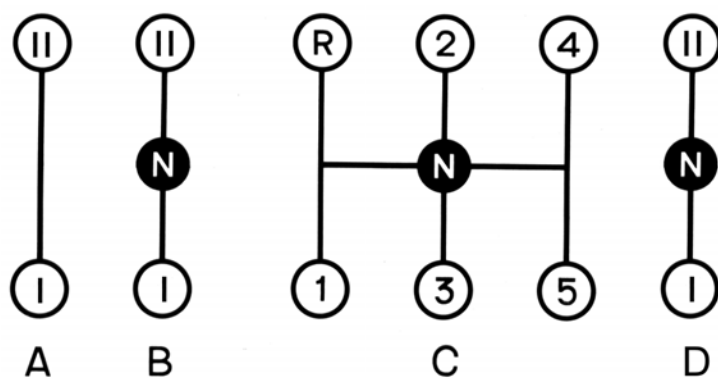

Рис. 5.9. Схема положений рычагов:
**15 – рычаг коробки отбора мощности.** Схема переключения передач показана на рис. 5.9.
**17 – рычаг коробки передач.** Схема переключения передач показана на рис. 5.9.
**18 – рычаг переключения передач раздаточной коробки.** Схема переключения передач показана на рис. 5.9.
**19 – рычаг включения переднего моста.** Схема переключения передач показана на рис. 5.9.